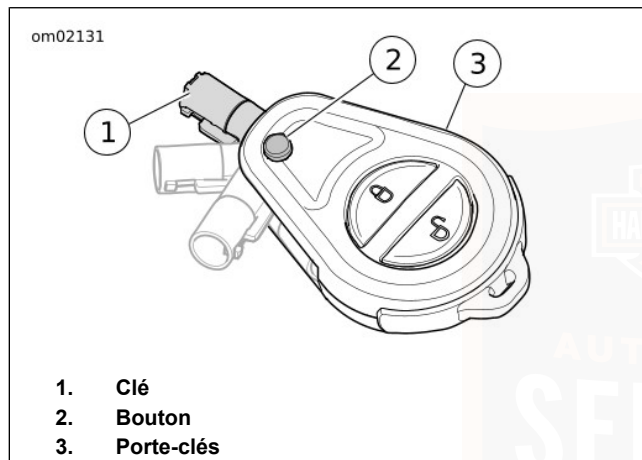

Figure 16. Fonctionnement de la clé
**Déployer la clé :** voir Figure 16 . Appuyer sur le bouton (2) pour déployer la clé.